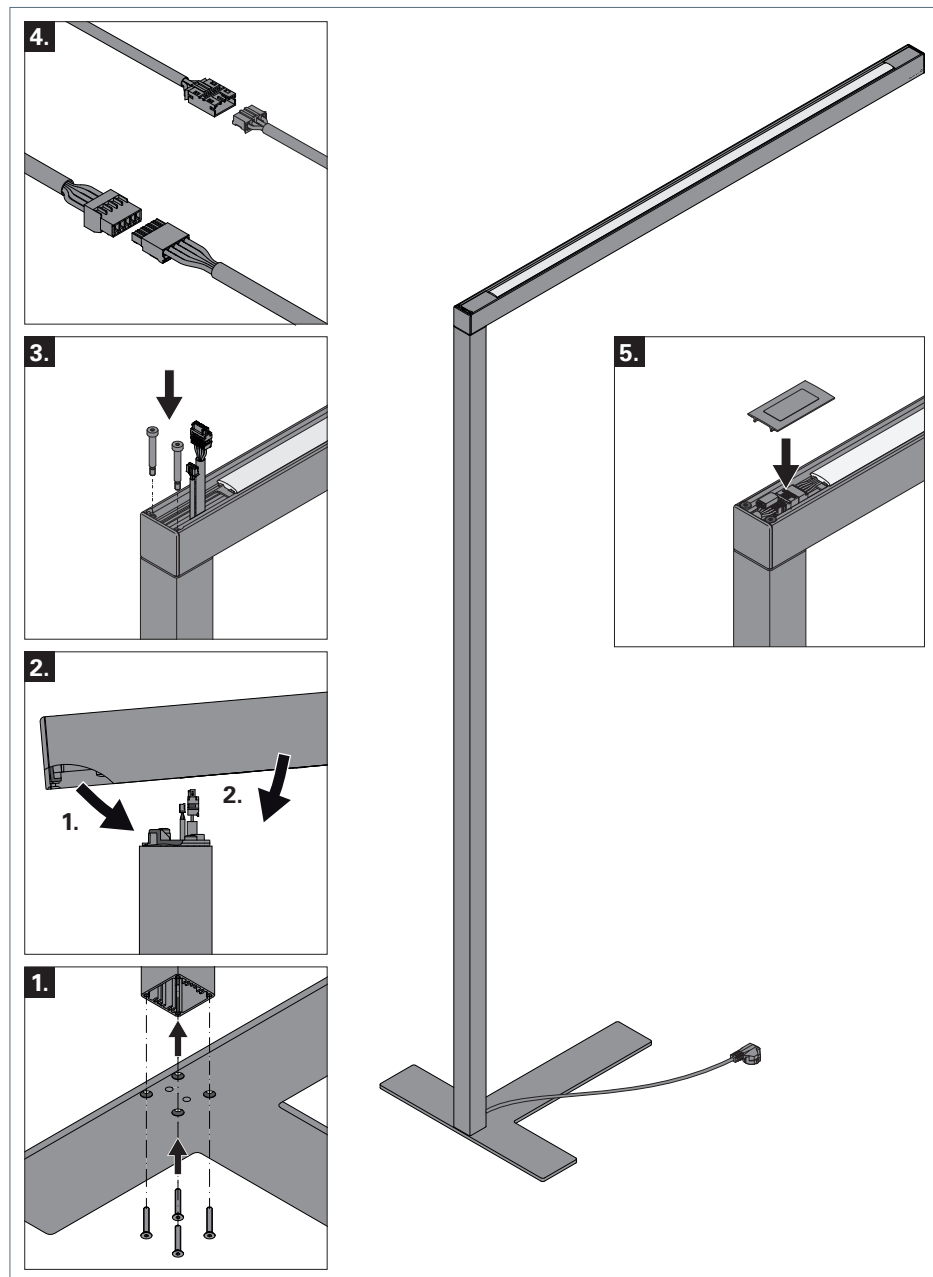

Fig. 1 : Monter le STRAIGHT.single STS.
- ▶ Monter le bras vertical avec les quatre vis fournies directement sur le pied de luminaire, voir fig. 1, ill. **1**. couple : 3 Nm $\pm$ 10 %.
- ▶ Passer les câbles par le bas dans l'ouverture dans la tête de luminaire et accrocher la tête de luminaire légèrement basculée vers le haut dans le logement dans le tube vertical, voir fig. 1, ill. **2**.
- ▶ Fixer la tête de luminaire avec les deux vis sur le tube vertical. Serrer pour cela les vis jusqu'à ce que les têtes de vis reposent sur la tête de luminaire, voir fig. 1, ill. **3**.
- ▶ Brancher les deux connecteurs avec les douilles correspondantes, voir fig. 1, ill. **4**.
- ▶ Clipser le recouvrement sur la tête de luminaire par le haut, voir fig. 1, ill. **5**.